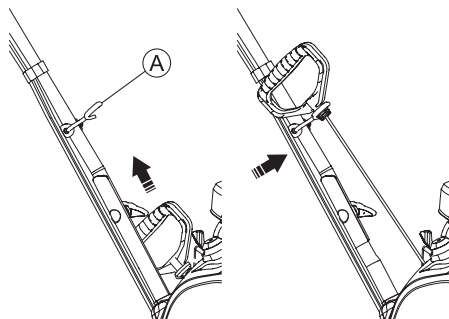

Рис. 5
4. Зафиксируйте рукоятку стартера на кольце (Рис. 5).